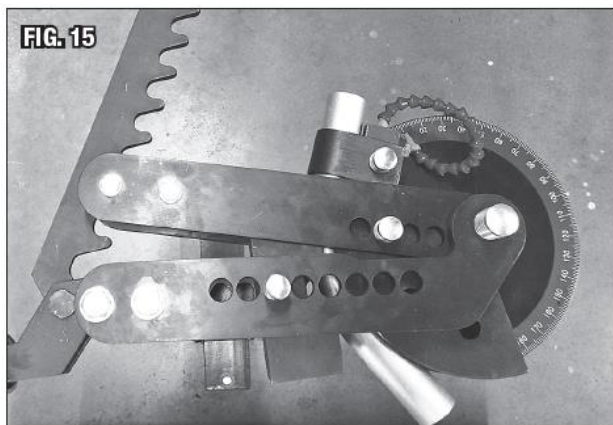

Рис. 15
7. Переставить трещотку так, чтобы ведущие зубья полностью вошли в зацепление с приводной муфтой (Рис. 15).